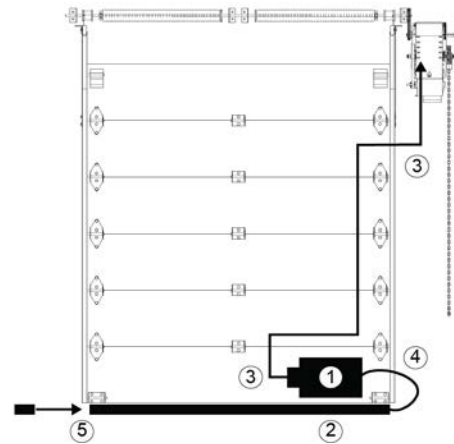

Figure 20 - Barre palpeuse
1. Installer le commutateur pneumatique tel qu'indiqué à la Figure 20.
1. Installer la boîte de jonction tel qu'indiqué à la Figure 20.